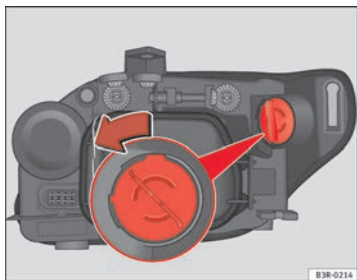

Abb. 217 DRL (Tagfahrlicht)
- Drehen Sie den Lampenträger gegen den Uhrzeigersinn und ziehen Sie ihn ⇒ Abb. 217 mit der Glühlampe heraus.